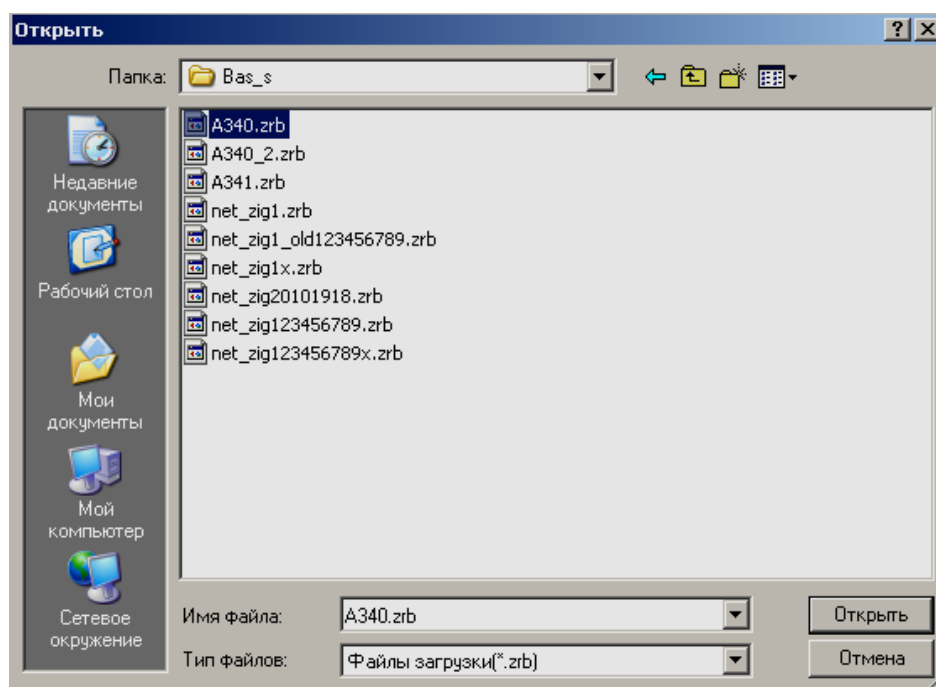

Рисунок 7.49
7.7.3 Нажать на кнопку «Чтение из файла» (рисунок 7.49). В результате активируется форма представленная на рисунке 7.50.